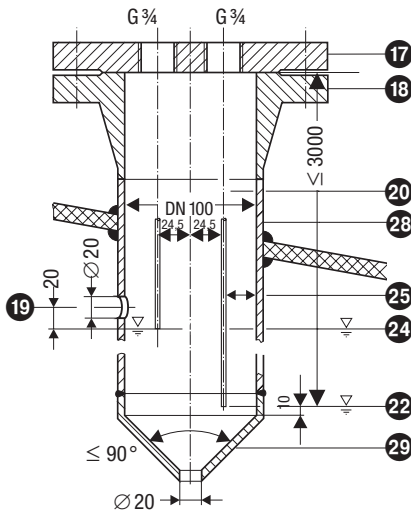

Fig. 18 Schutzrohr (bauseitig) bei Einsatz als innen-liegender Wasserstandbegrenzer kombiniert mit Wasserstandsregelung oder Hochwasserstandsicherung
- Eine Niveauelektrode NRG 1...-51 kann mit einer GESTRA-Niveauelektrode, einem Niveauschalter oder -transmitter für die Wasserstandregelung und Wasserstandbegrenzung in ein gemeinsames Schutzrohr bzw. Messgefäß (Innendurchmesser 100 mm) eingebaut werden. **Fig. 18.** Bei Verwendung einer Niveauelektrode NRG 1...-50 (Wasserstandbegrenzung) muss sie bei innenliegendem Einbau mindestens 40 mm von der oberen Ausgleichsbohrung entfernt sein.